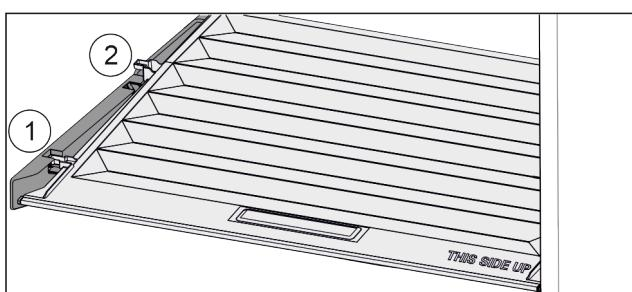

Fig. 144
- Кришку до отвору в деталях для підтримки потягнути вперед Fig. 144 (1).
- Підняти ззаду знизу та вийняти Fig. 144 (2) вгору.